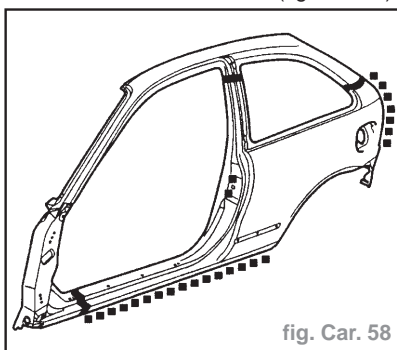

fig. Car. 58
- Préparer et nettoyer les faces d'assemblage de panneau. Poinçonner ou percer des trous dans le panneau neuf pour le soudage en bouchon et découper le panneau pour former un joint soudé bout à bout comme illustré (fig. Car. 58).